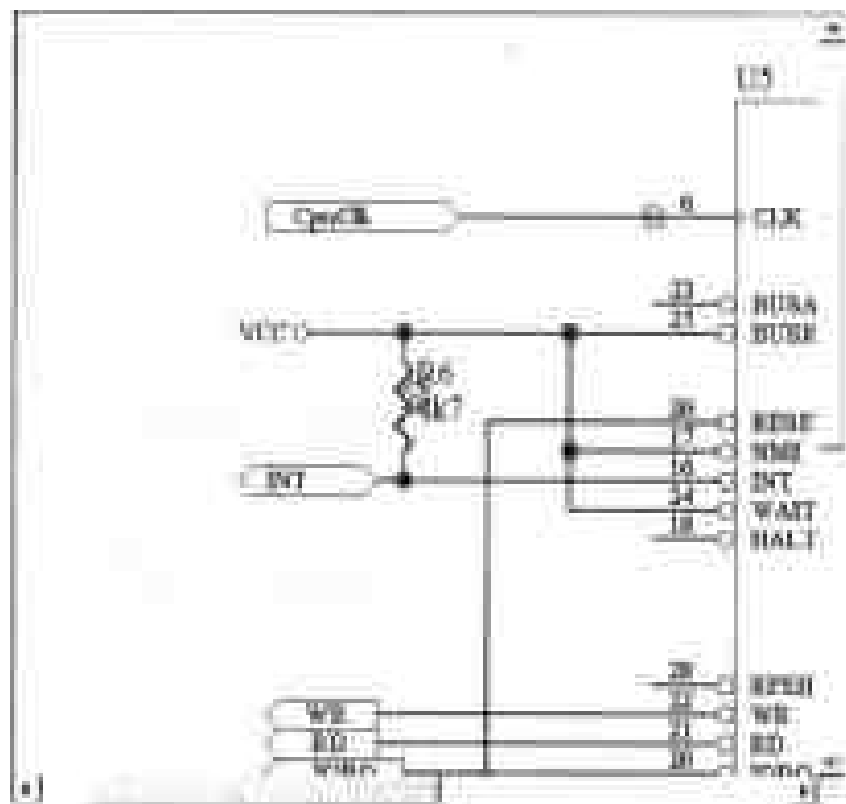
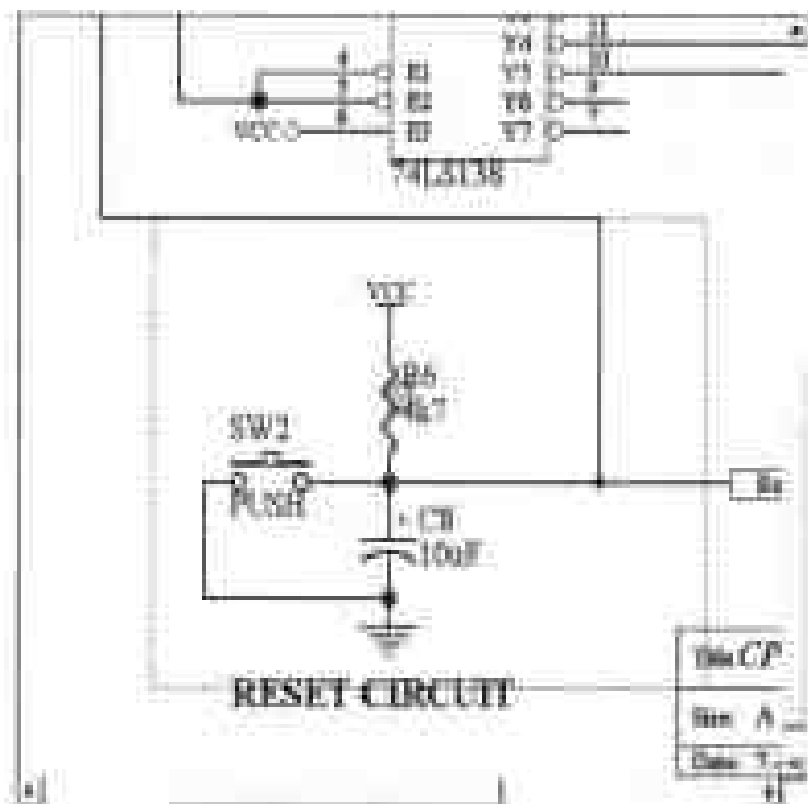
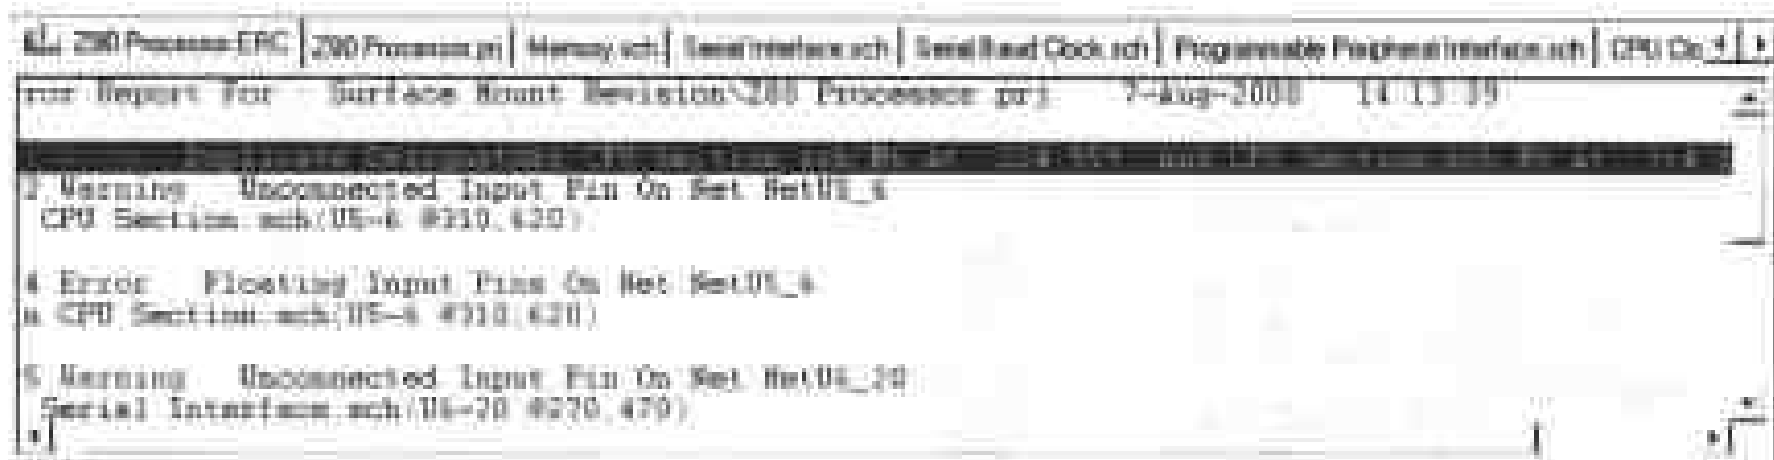

图 4-12 相变曲线一
图 4-13 顺流操作精馏
图 4-18 错误信息被选亮
我们选择下一条信息，重复上述操作，得到图 4-13。图 4-12 和图 4-13 其实是一个错误，都是电路中电阻的标号的重复。
(4) Protel 99 提供的另一个功能是不同的编辑器之间的 Cross probing (对照功能)。当我们希望在某个原理图电路错误时回到错误报告的对应位置，Cross probing (对照功能) 就显得比较有用。例如，单击主工具栏的 Cross probing 按钮，然后用鼠标单击原理图中的任一错误标记，如图 4-13 所示的错误，则我们将在错误报告文件中看到与这个错误标记相对应的错误信息选为高亮色，如图 4-18 所示。